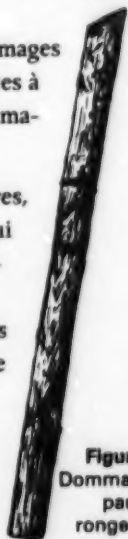

Figure 1.
- Comme les cerfs n'ont pas d'incisives supérieures, ils tirent sur les plantes pour les arracher, ce qui donne à ces dernières une apparence déchiquetée. Par contraste, les animaux comme les léporidés et les marmottes, qui ont des incisives aux deux mâchoires, laissent une coupure nette en diagonale sur le plant (*figure 1*).